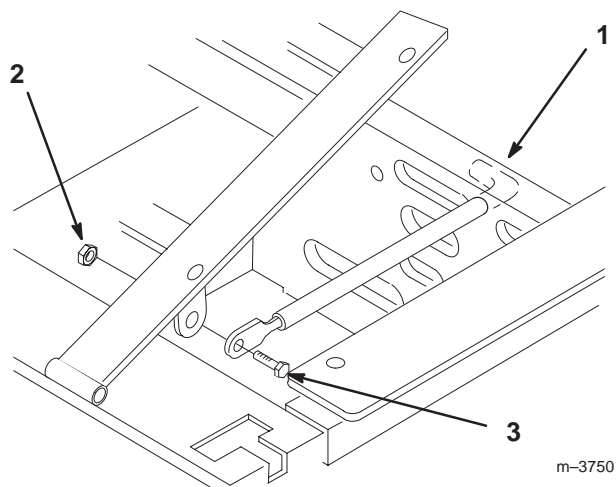

Figure 3
1. Basculez le siège en avant. Enlevez le contre-écrou (5/16 pouce) qui est vissé sur le boulon fixant la tige sur l'armature du siège (Fig. 3).
2. Retirez la tige du siège et insérez l'extrémité en L dans le trou situé juste au-dessus du côté gauche de la pompe hydraulique (Fig. 3).
3. Placez la tige à l'extérieur de la patte de montage de l'armature du siège et fixez-la en place à l'aide d'un boulon (5/16 x 1") et d'un contre-écrou (5/16") (Fig. 3).